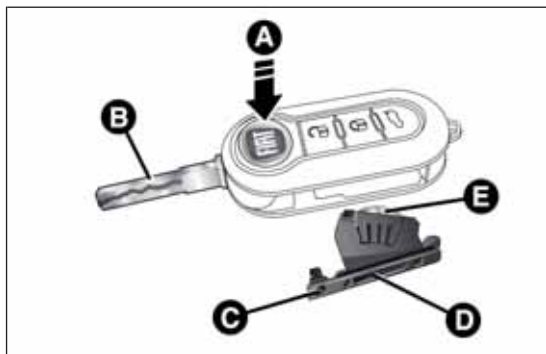

fig. 16
- ☐ premere il pulsante A fig. 16 e portare l'inserto metallico B in posizione di apertura;